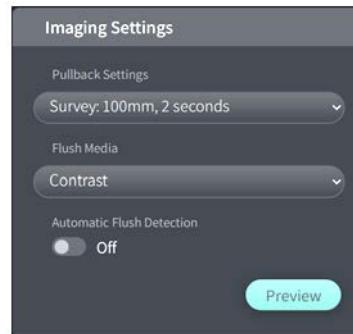

図 3 Imaging Settings 画面
- (1) モニターのタッチディスプレイで[Acquire]を選択し、Imaging Settings 画面(図 3)を表示し、以下の設定を行う。